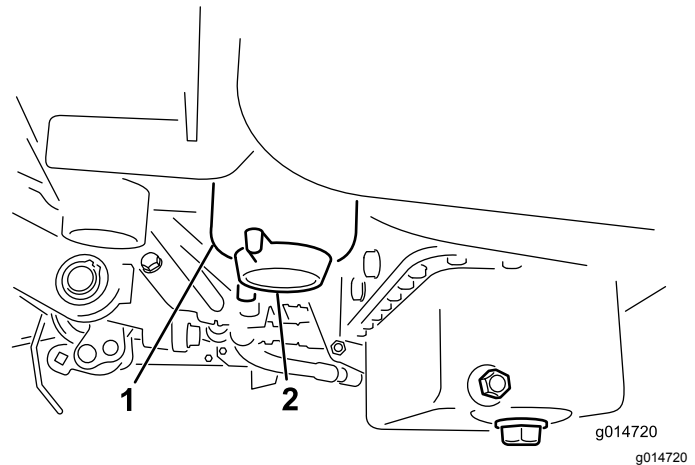

Figura 34
3. Aprite il tappo di spurgo sul filtro del carburante di circa un giro e lasciate fuoriuscire l'acqua accumulata (Figura 34). Serrate il tappo dopo lo spurgo.